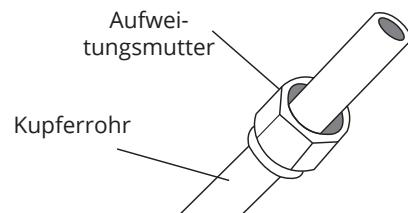

Abb. 7.6
- Setzen Sie Konusmuttern auf beide Rohrenden. Achten Sie darauf, dass sie in die richtige Richtung ausgerichtet sind, da sie nach der Aufweitung nicht geändert werden können. Siehe Abb. 7.6.